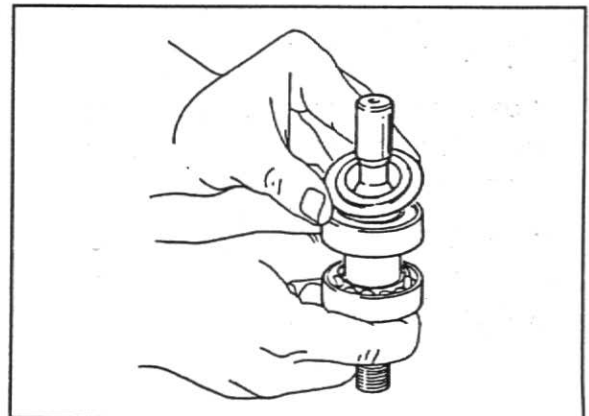

Fig. 16
2. Monte um flange novo no eixo junto ao lado do rotor, com a face saliente voltada para cima, fig. 16.